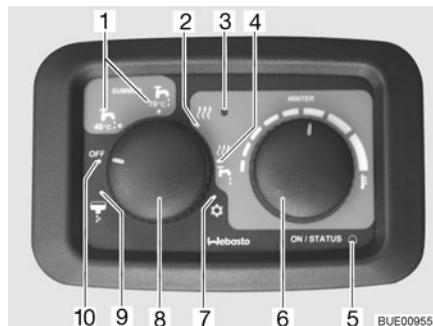

Fig. 180 Unité de commande pour chauffage/chauffe-eau
En régime hiver "Chauffage et chauffe-eau" (Fig. 180,4), l'eau du chauffe-eau est chauffée lors de la mise en marche du chauffage. Si le chauffage s'arrête à la température ambiante désirée, le chauffe-eau continue de chauffer jusqu'à réchauffement de l'eau.
En régime été (Fig. 180,1), seulement l'eau du chauffe-eau est chauffée à 40 °C ou 70 °C.
L'alimentation électrique pour l'appareil **ne peut pas** être coupée par l'interrupteur principal 12 V. En cas de dysfonctionnement, le voyant de contrôle "Fonctionnement/Dysfonctionnement" (Fig. 180,5) clignote en alternance en vert et en rouge.
En régime hiver, le chauffe-eau est déjà en marche en position "Chauffage et chauffe-eau" (Fig. 180,4).
- Régler l'interrupteur tournant "Mode de fonctionnement" (Fig. 180,8) sur le régime été "40 °C" ou "70 °C" (Fig. 180,1) ou sur le régime hiver "Chauffage et chauffe-eau" (Fig. 180,4).
Le voyant de contrôle "Fonctionnement/Dysfonctionnement" (Fig. 180,5) est allumé en vert.
- Régler l'interrupteur tournant "Mode de fonctionnement" (Fig. 180,8) sur "OFF" (Fig. 180,10).
Le voyant de contrôle "Fonctionnement/Dysfonctionnement" (Fig. 180,5) s'éteint.
- Avec des températures ambiantes inférieures à 6 °C, régler l'interrupteur tournant "Mode de fonctionnement" (Fig. 180,8) sur le régime été ou sur le régime hiver "Chauffage et chauffe-eau" pour que la valve de sécurité et de vidange ne s'ouvre pas.
- Sur l'unité de commande, régler et maintenir l'interrupteur tournant "Mode de fonctionnement" (Fig. 180,8) au minimum pendant 5 secondes sur la position "Vidange chauffe-eau" (Fig. 180,9). Le chauffe-eau est vidé à l'extérieur par le biais de la valve de sécurité et de vidange.
Lorsque le mode "Chauffage et chauffe-eau" est choisi, bien que le chauffe-eau soit vide, le voyant de contrôle "Pas d'eau" clignote (Fig. 180,3). Dans ce cas, remplir le chauffe-eau avec de l'eau.